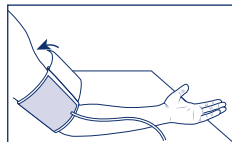

Bild 2
- Ziehen Sie jetzt das freie Manschettenende straff und schließen Sie den Klettverschluss (Bild 2). Die Manschette soll so fest anliegen, dass noch 2 Finger zwischen Arm und Manschette passen.